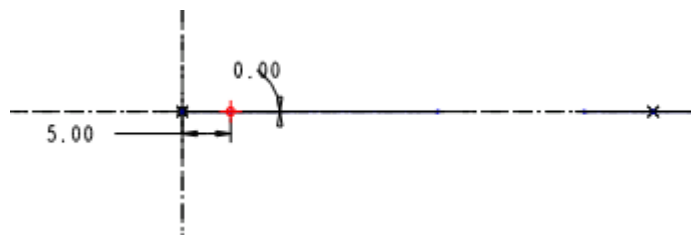

图 44-7
(3) 在【选项】面板中选择“可变剖面”选项。
(4) 单击  按钮，系统进入草绘状态。绘制如图 44-7 所示的一段长为 5mm 的线段。